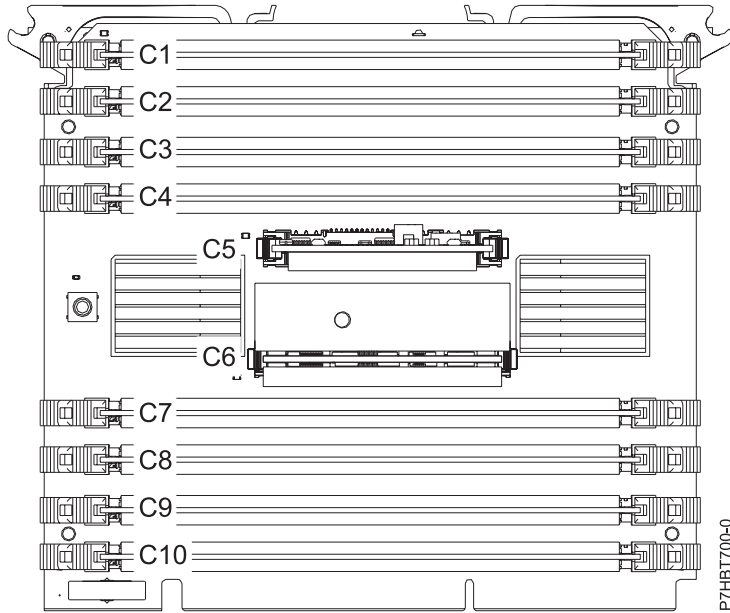

Figure 5. Emplacement du régulateur de tension mémoire
11. Repérez le régulateur de tension mémoire à retirer du bloc processeur système. La figure 5, à la page 17 montre l'emplacement des régulateurs de tension mémoire (C5 et C6) sur le bloc processeur système.